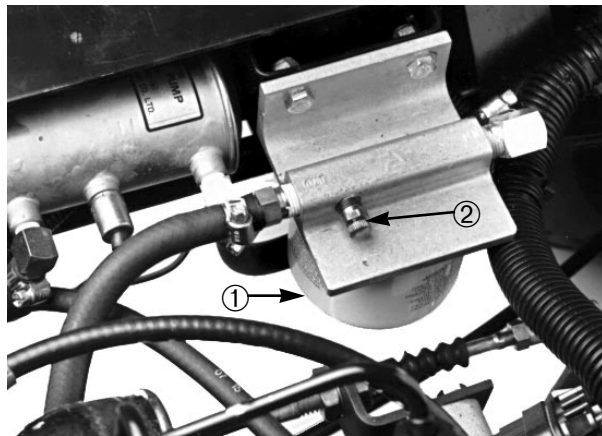

Fig. 12
1. Løsne lufteskruene øverst på drivstoffilteret/vannseparatoren (fig. 12).
3. Åpne lufteskruen på innsprøytningspumpen for drivstoff (fig. 12) med en 10 mm nøkkel.